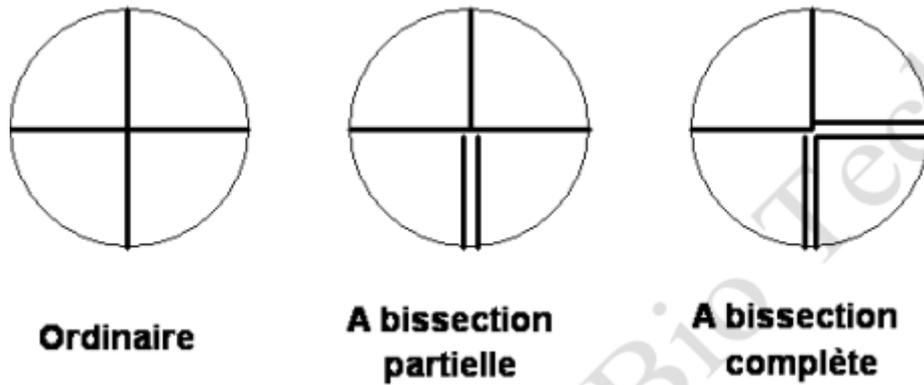

Figure 2
Le **réticule** (figure 2) est un disque de verre à faces parallèles, fixe par rapport à l'objectif, sur lequel sont gravés un trait horizontal et un trait vertical. L'intersection de ces deux traits visualise l'axe optique
**L'axe principal V** (figure 2) est au centre du théodolite. L'alidade pivote autour de cet axe vertical en déplaçant un index sur le cercle horizontal ce qui permet la lecture de l'angle horizontal  $\alpha$  illustré sur la figure 2. La "**mise en station**" d'un théodolite consiste à faire coïncider cet axe vertical avec la verticale du point de stationnement c'est-à-dire avec la normale à la surface de référence.